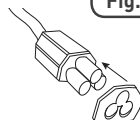

Fig.1
- ⚠ CUANDO SE USE EL CALENTADOR EN UNA ZONA DONDE PUEDA HABER CONTACTO CON AGUA, Y PARA ASEGURAR QUE SE MANTIENE SU CLASIFICACIÓN IP44, COMPROBAR SIEMPRE QUE LA JUNTA DE ESPUMA NEGRA DEL CABLE ELÉCTRICO ESTÁ COLOCADA EN EL EXTREMO DEL CONECTOR ANTES DE ENCHUFAR EN EL CALENTADOR SLIMLINE [Fig. 1]